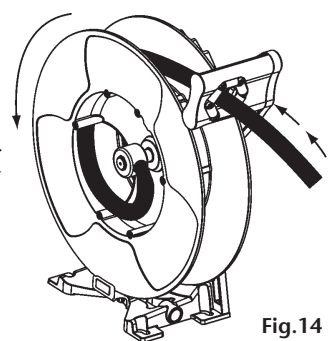

Fig.14
3. Gently pull the hose, it will be automatically rewound (fig. 14).
3. Gently pull the hose, the hose is automatically rewound (fig. 14).
3. Tire suavemente de la manguera hasta que quede liberada del trinquete y se recoja por sí misma (fig. 14).
3. Tirer doucement sur le flexible pour le libérer du cliquet et accompagner jusqu'à ce qu'il soit complètement rembobiné (fig. 14).